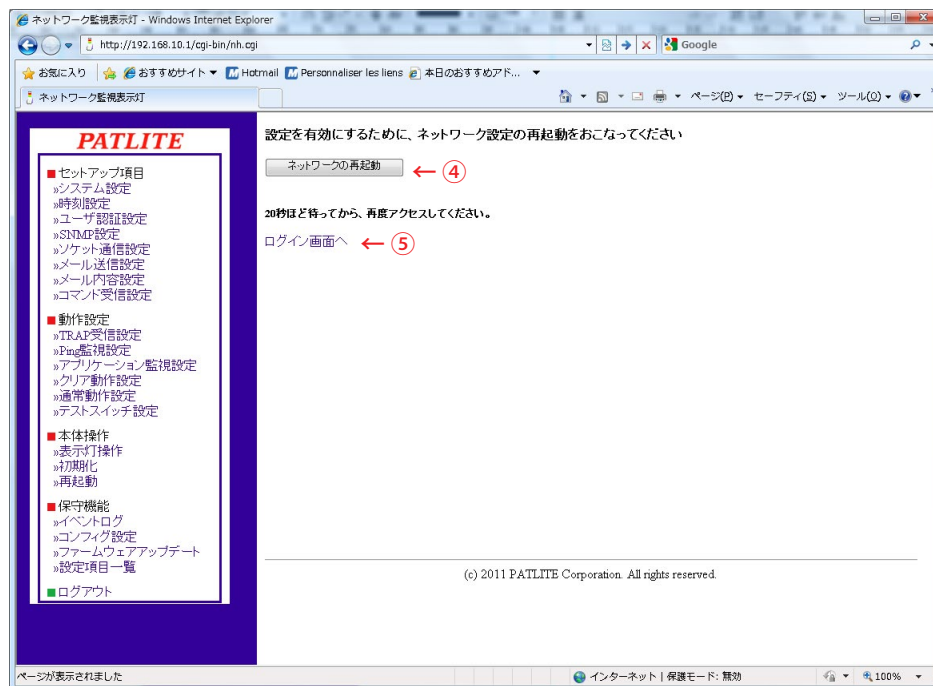

図2.5.7 ネットワーク設定再起動画面
- ① 本体IPアドレスを入力してください。
- ② お客様の必要に応じてネットマスク、デフォルトゲートウェイなどの設定をおこなってください。
- ③ 変更後「設定」ボタンをクリックして設定を反映させてください。
- ④ 「設定」ボタンクリック後、設定反映のため「ネットワークの再起動」ボタンをクリックします。(図2.5.7参照)
- ⑤ ネットワーク設定の反映に約20秒ほどかかります。待ち時間が経過しましたら「ログイン画面へ」をクリックしてください。(図2.5.7参照)